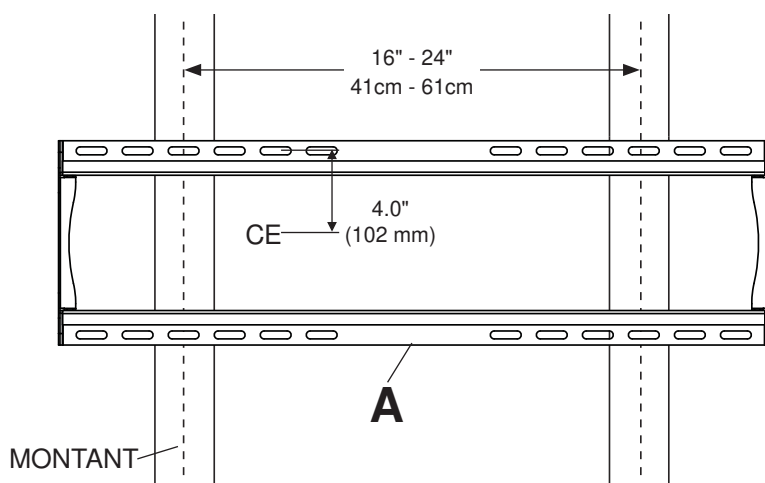
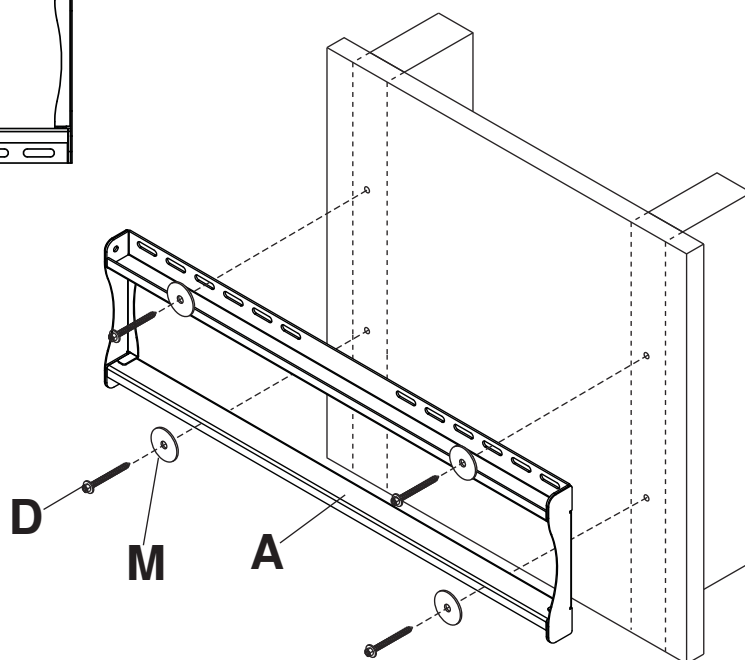

fig. 1.1
fig. 1.2
1 Repérez le bord des montants à l'aide d'un localisateur de montants. L'utilisation d'un localisateur de montants « bord à bord » est fortement recommandée. Après avoir repéré les bords, tracez une ligne verticale le long du centre de chaque montant. Posez la plaque murale (**A**) sur le mur et utilisez-la comme gabarit. Les fentes de montage supérieures doivent être situées à 157 mm (6,2 po) au-dessus de l'endroit souhaité pour le centre de l'écran comme illustré à la figure 1.1. Mettez la plaque à niveau et marquez le centre des quatre trous de fixation. Veillez à ce que les trous de fixation soient sur la ligne médiane du montant. Percez quatre trous de 4 mm (5/32 po) de dia. et de 64 mm (2,5 po) de profondeur. Veillez à ce que la plaque murale soit de niveau et fixez-la à l'aide de quatre vis à bois n° 14 x 2,5 po (**D**) et fender rondelle (**M**) comme illustré à la figure 1.2.
- 1** 1 Assurez-vous que la plaque murale (A) est de niveau et utilisez-la comme gabarit pour marquer l'emplacement des quatre trous de fixation. Les fentes de montage supérieures doivent être situées à 157 mm (6,2 po) au-dessus de l'endroit souhaité pour le centre de l'écran comme illustré à la figure 1.1 en page 18. Percez quatre trous de 8 mm (5/16 po) de dia. à une profondeur minimale de 64 mm (2,5 po). Insérez les chevilles d'ancrage (E) dans les trous au ras du mur comme illustré (à droite). Posez la plaque murale sur les chevilles d'ancrage et attachez-la à l'aide de vis n° 14 x 2,5 po (D) et fender rondelle (M). Assurez-vous qu'elle est de niveau, puis serrez toutes les fixations.